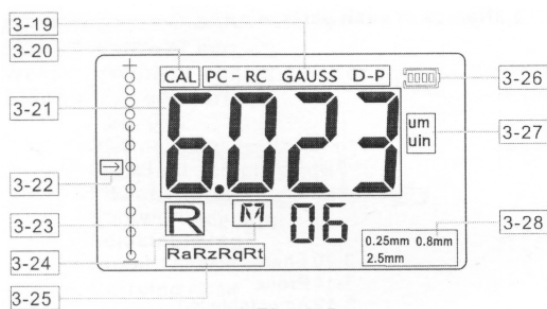

Fig. 3-5
7.2.1 Solo presionar la tecla  y no soltarla hasta que aparezca "FAC" en la pantalla. Es aproximadamente 16 segundos partir de que oprima la tecla . Este estado también está marcada por "CAL" consulte la Fig. 3-5.